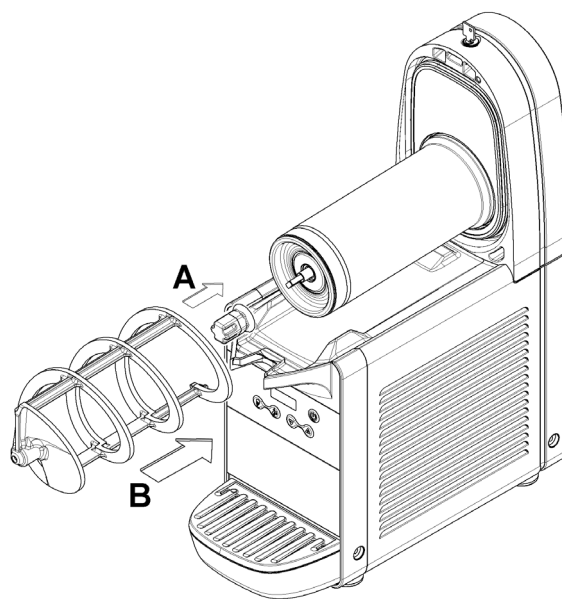

Bild 11
- 5 Den Sechskantanschluss und dann den Rührarm wieder einbauen (Bild 11).